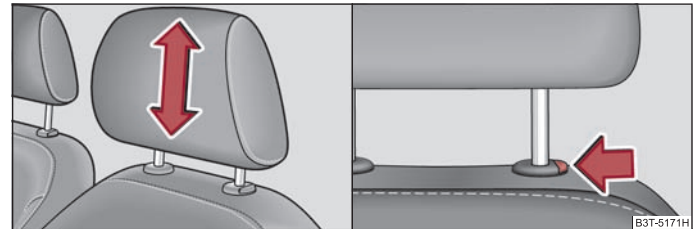

Fig. 71 Tetierele: Reglare / Extragere
- Cuprindeți tetiera cu ambele mâini de părțile laterale și trageți în sus ⇒ pagina 83, fig. 71 - stânga.
- Dacă doriți să împingeți tetiera în jos, trebuie să apăsați tasta de siguranță ⇒ pagina 83, fig. 71 - dreapta și să o mențineți apăsată și cu cealaltă mână să apăsați tetiera în jos.
- Apăsați tasta de siguranță în sensul săgeții ⇒ pagina 83, fig. 71 - dreapta și scoateți tetiera.